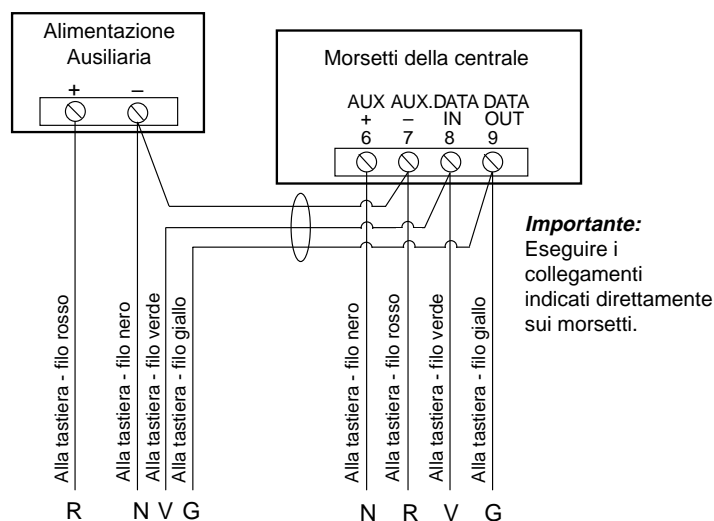

Figura 5. Utilizzo di un Alimentatore Supplementare per le Tastiere
1. Collegare le tastiere per il Settore 1 ai morsetti 4, 5, 6 e 7 sulla scheda della centrale, come mostrato nella Figura 5.